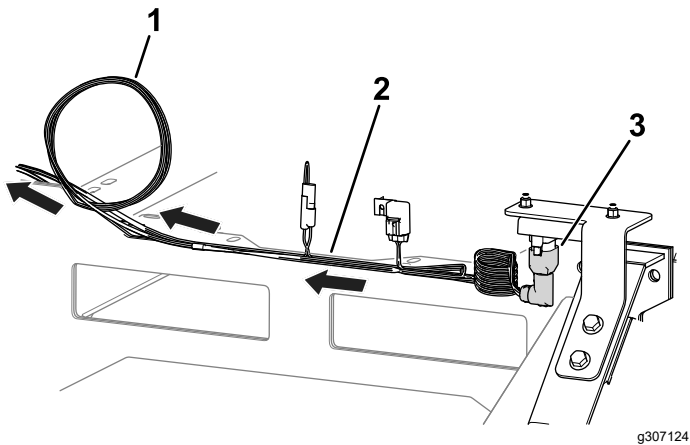

**Bild 5**
7. Entfernen Sie den Stecker und bringen Sie die LED-Leuchte im Armaturenbrett an, wie in **Bild 5** abgebildet.